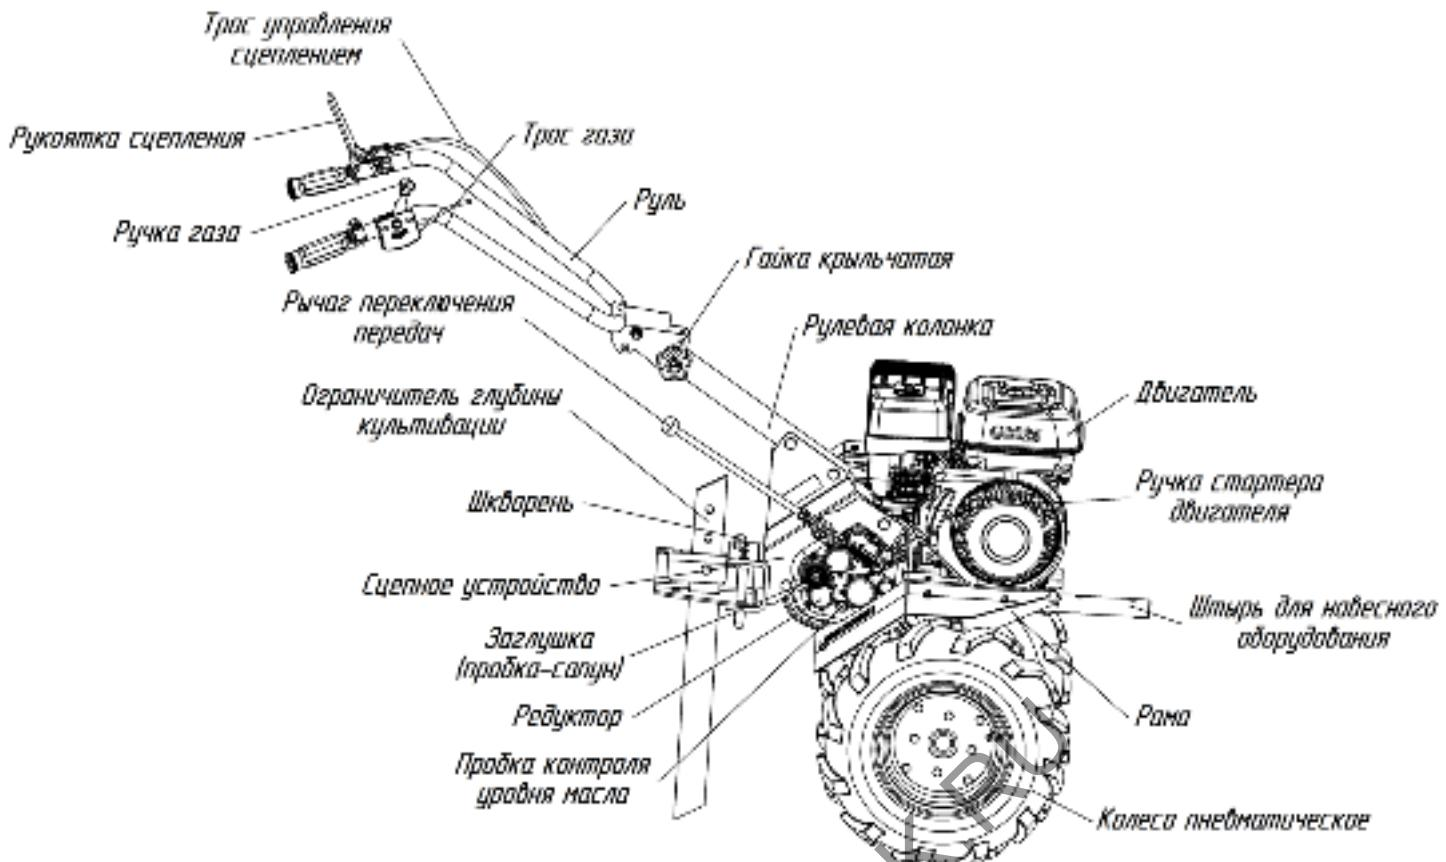
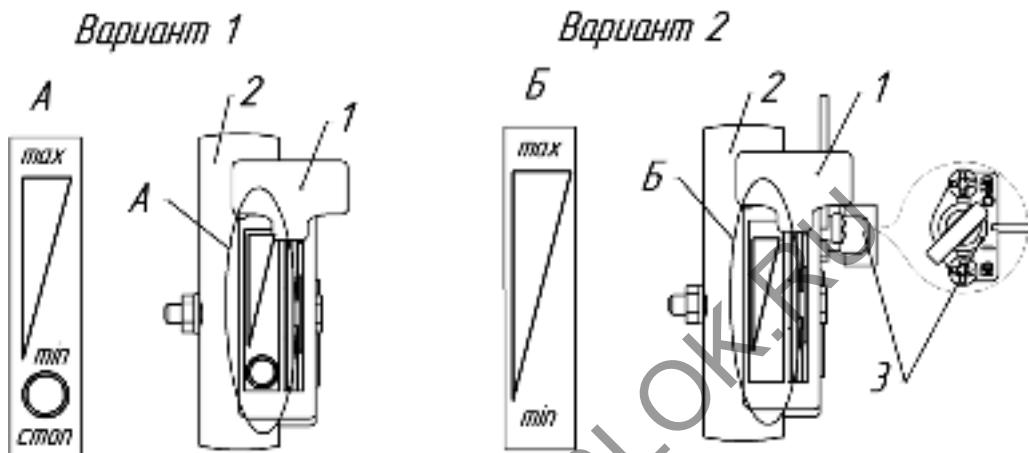

Рис.1 Мотоблок МБ Компакт. Общий вид (вид справа)
Рис.5 Дистанционное управление двигателем
МБ Компакт (рис.1, 2) – это одноосный универсальный силовой агрегат, предназначенный для работы как с устройствами, входящими в штатную комплектацию, так и с различными сменными орудиями, и состоящий из:
**Рычаг переключения передач** (рис.1, 3) – установлен на редукторе с правой стороны.
Переключение передач производится перемещением рычага на редукторе (рис.1, 3): две передачи вперед (1 и 2), одна – задний ход (R), промежуточные положения – нейтральные (N).
**Рукоятка сцепления** (рис.1, 4) – расположена на левой рукоятке руля, предназначена для включения/выключения сцепления.
**Ручка газа** (рис.1, рис.5) – расположена на правой рукоятке руля, предназначена для управления положением дроссельной заслонки двигателя и его остановки.
43. В аварийных ситуациях остановите двигатель при помощи аварийного останова на двигателе или на рычаге газа (рис.5, 6).
Отпустите рукоятку включения сцепления. Переведите ручку управления газом на руле в положение "СТОП" (рис.5, 6):